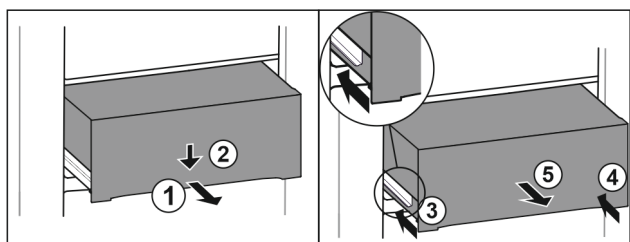

Fig. 131
- ▶ Extrageți pe jumătate sertarul. Fig. 131 (1)
- ▶ Apăsăți în jos sertarul pe partea frontală. Fig. 131 (2)
- ▶ Inserați șina stângă aproximativ 2 cm. Fig. 131 (3)
- ▶ Inserați șina dreaptă aproximativ 2 cm. Fig. 131 (4)
- ▶ Extrageți sertarul spre înainte. Fig. 131 (5)